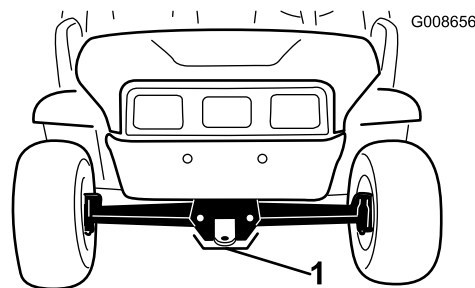

図 21
- 車両前部のジャッキアップポイントは、牽引トングの後ろのフレーム前部です [図 21]。